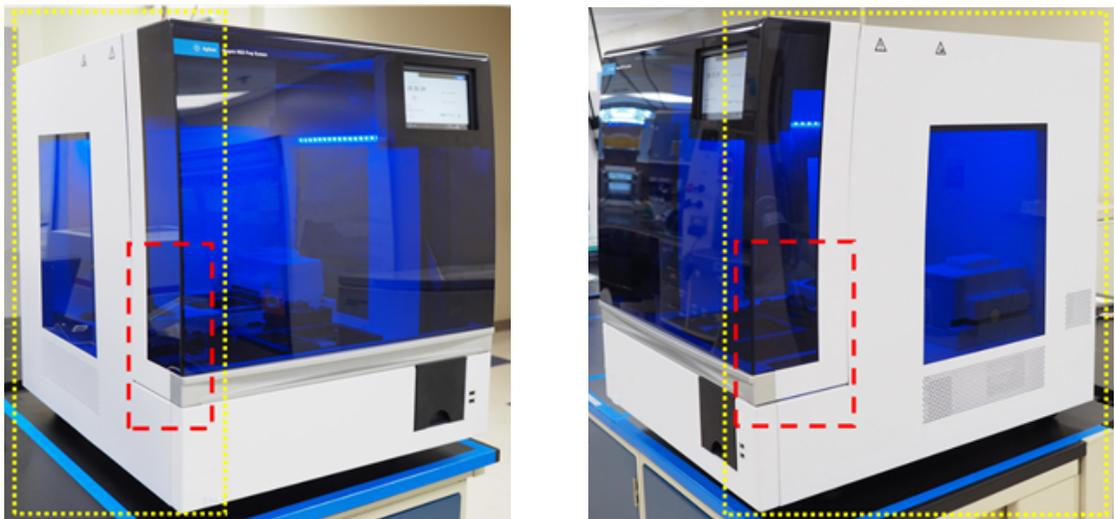

Figura 34 Superficies exteriores de las caras izquierda y derecha del instrumento que deben limpiarse
- c Parte exterior izquierda y derecha del instrumento:** Con un paño de laboratorio humedecido con alcohol isopropílico al 70 %, limpie las caras izquierda y derecha del instrumento, que están señaladas en amarillo en **Figura 34**. Se debe prestar una atención especial a las zonas señaladas en rojo para proceder a una limpieza cuidadosa, ya que estas son las zonas en que se agarra la puerta durante la apertura y el cierre.